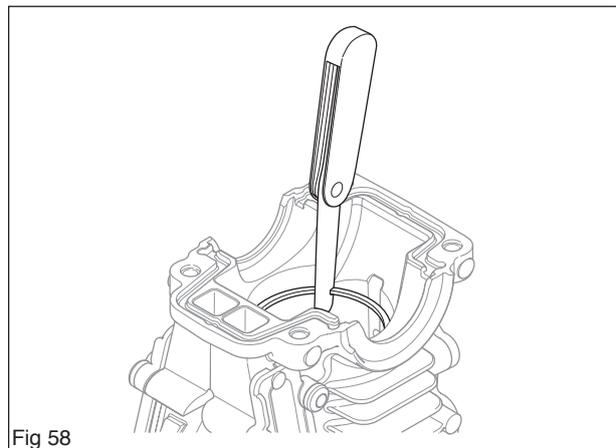

Fig 58
- mesurer l'usure du segment de piston. Elle doit être de 1 mm maximum (voir la figure 58). Utiliser le piston pour enfoncez le segment.
(voir la figure 58)